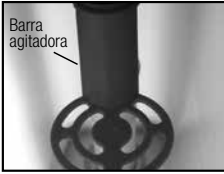

Figura 1
2) Abra la abertura de llenado del tanque y retire el agitador del cuerpo de la cámara de presión (Figura 1).